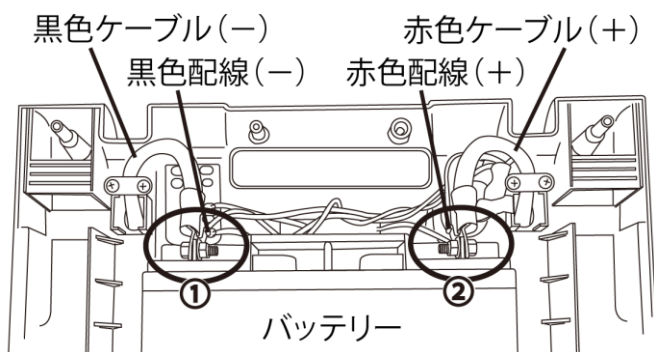

図3
ニューパワー・ステーションの場合：8mmのレンチなどを使用して、①黒色ケーブル（-）、黒色配線（-）側のボルト・ナットをバッテリーの-端子から取り外してください。続いて、②赤色ケーブル（+）、赤色配線（+）側のボルト・ナットをバッテリーの+端子から取り外し、バッテリーをパワーステーション本体から取り外してください。（図3参照）。